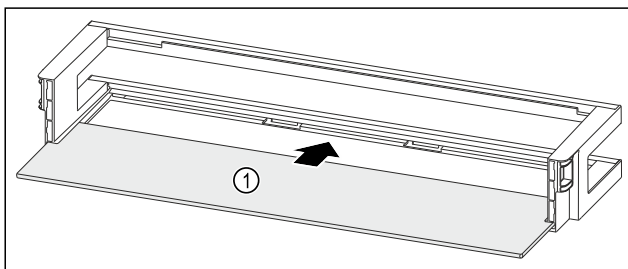

Fig. 94 Balconcino controporta con ripiano
- ▶ Inserire il ripiano Fig. 94 (1) negli incavi laterali.